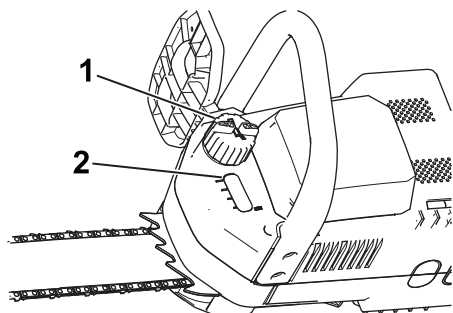

Figura 1
2. Pulite la zona intorno al tappo di riempimento dell'olio (Figura 1).
3. Togliete il tappo e versate l'olio nella motosega fino a riempire completamente la finestrella (Figura 1).